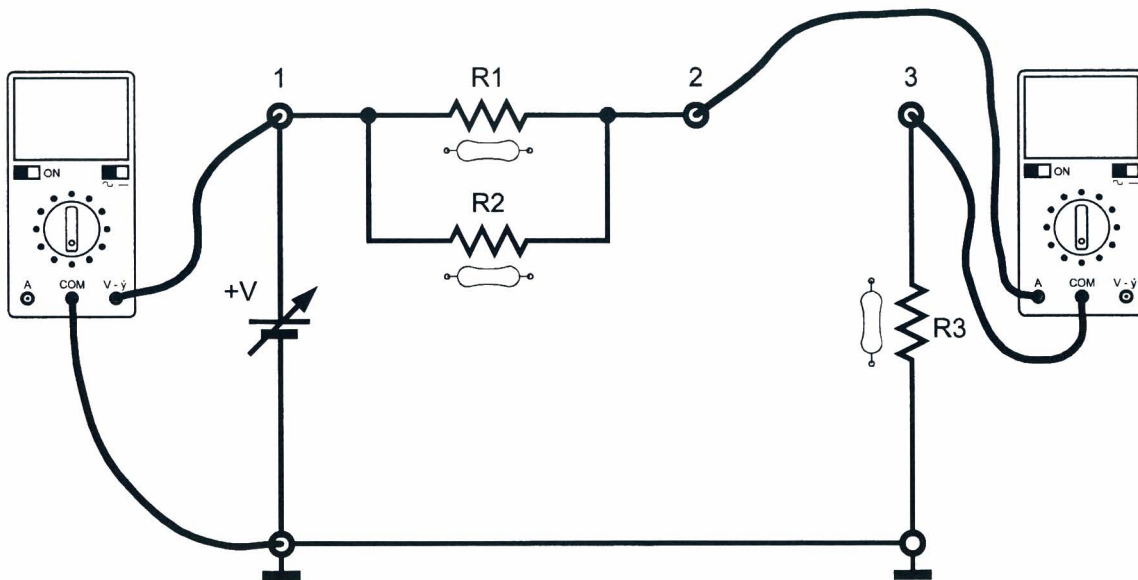

Fig. 5.2c
16. conectar un multímetro, ajustado como voltímetro de CC, y otro como un miliamperímetro, Fig. 5.2c;